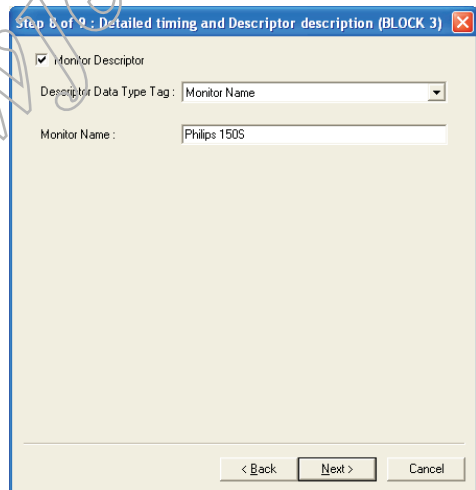

Fig. 21
7. Click **Next** , bring up Fig. 21.